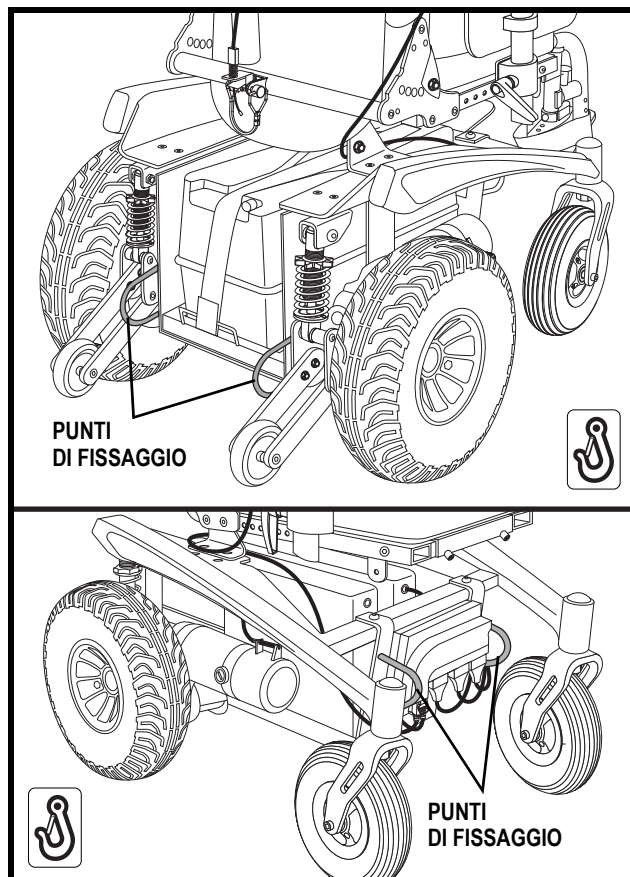

Figura 5. Punti di fissaggio del sistema di transito
- Unire le quattro fascette di fissaggio solamente ai punti appositamente studiati e contrassegnati per il transito, indicati da simboli ad ancora sulla Carrozzina. **Vedere figura 5 e 6.** Stringere le fascette in modo da eliminare qualunque allentamento.